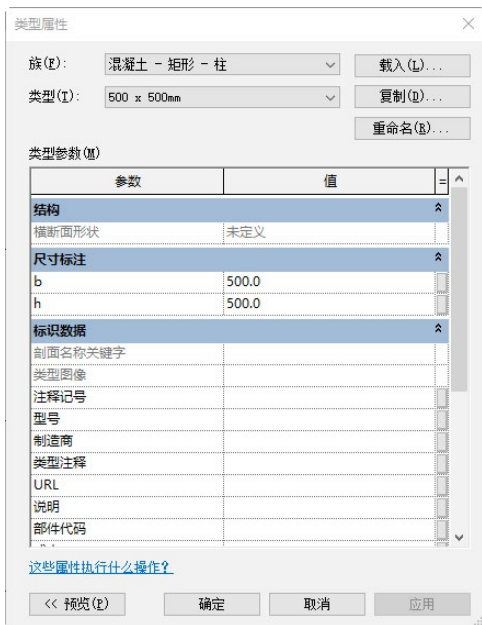

图 15-12 “类型属性”对话框
(1) 单击“结构”选项卡“结构”面板中的“柱”按钮, 打开“修改|放置柱”选项卡和选项栏, 设置高度: 屋顶。
(2) 在“属性”选项板中选择“混凝土-矩形-柱 300×450mm”类型, 单击“编辑类型”按钮, 打开“类型属性”对话框, 新建“500×500mm”类型, 输入“b”为“500.0”, “h”为“500.0”, 其他采用默认设置, 如图 15-12 所示, 单击“确定”按钮, 完成“混凝土-矩形-柱 500×500mm”类型的创建。